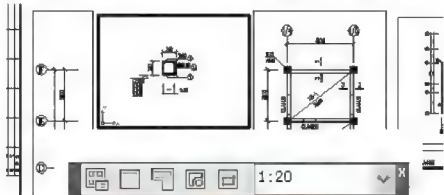

图 5.68 调整视图并设置出图比例
⑤ 将左上角视口设为当前视口，并将窗口调整至只显示“1-1 断面图”的状态，如图 5.68 所示。最后，在【视图】工具栏右侧的文本框内设置该图的出图比例为“1:20”。